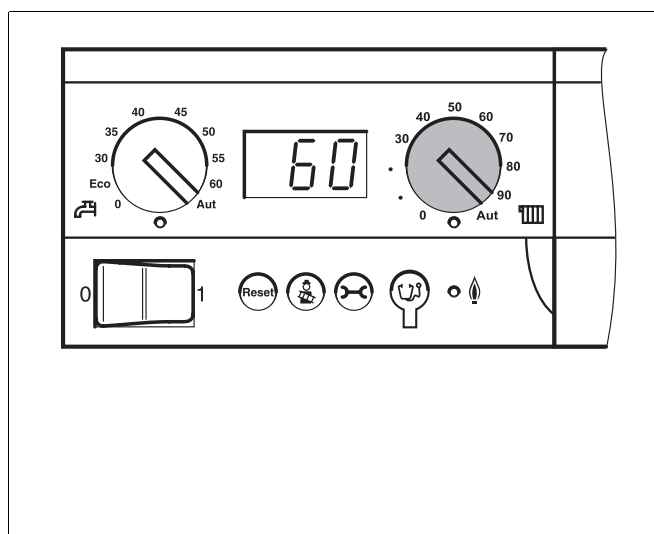

Bild 12 Drehknopf für „maximale Kesseltemperatur“
- ▶ Drehknopf (Bild 12) drehen, um die maximale Kesselwassertemperatur (Kesselvorlauftemperatur) einzustellen.